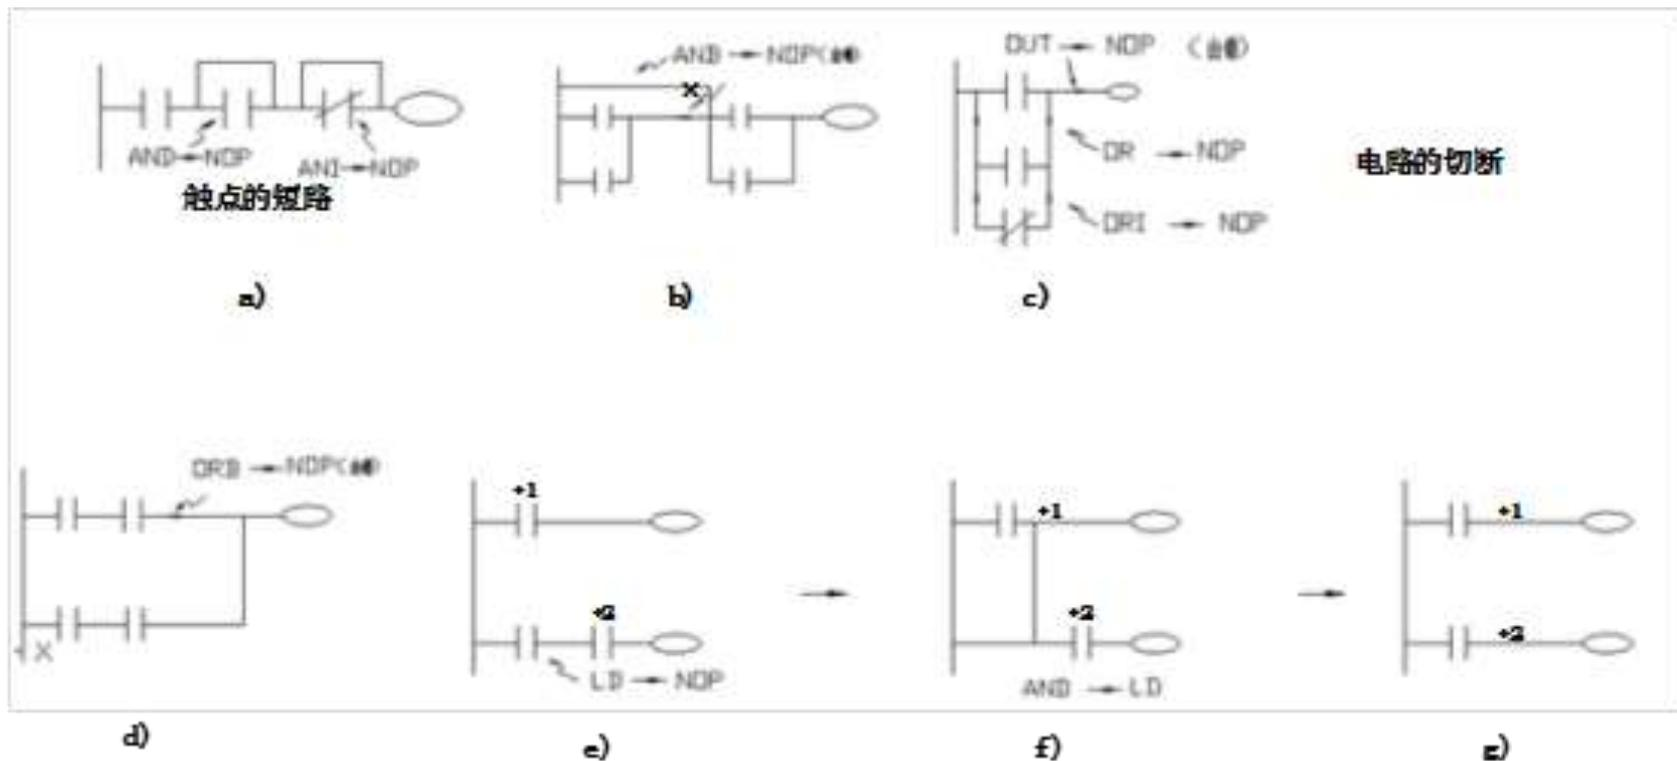

图7.21 用NOP指令修改电路
**NOP**，空操作指令：使该步无操作。在程序中加入空操作指令，在变更程序或增加指令时可以使步序号不变化。用**NOP**指令也可以替换一些已写入的指令来修改梯形图程序。但需要注意，若将**LD**、**LDI**、**ANB**、**ORB**等指令换成**NOP**指令后，会引起梯形图程序对应的电路结构发生很大的变化，导致出错。用**NOP**指令修改电路的结果如图7.21所示。
- 1) **AND**、**ANI**指令改为**NOP**指令时，会使相关触点短路，如图7.21 a所示。
- 2) **ANB**指令改为**NOP**指令时，使前面的电路全部短路，如图7.21 b所示。
- 3) **OR**指令改为**NOP**指令时使相关电路切断，如图7.21 c所示。
- 4) **ORB**指令改为**NOP**指令时，前面的电路全部切断，如图7.21 d所示。
- 5)图7.21 e中**LD**指令改为**NOP**指令时，则与上面的**OUT**电路纵接，电路如图7.21 f所示。若图7.21 f中**AND**指令改为**LD**指令，电路就变成了图7.21 g所示。